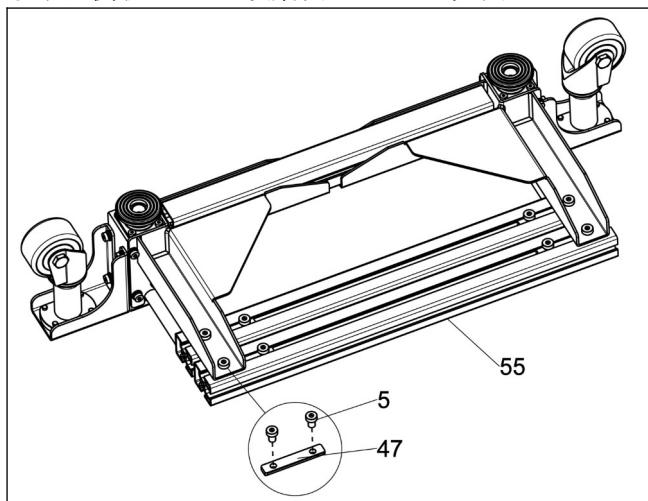

图 13
a. 将后角架组件“A”倒置于地面，松开紧固件“5”，取下长侧轨“55”、锁紧块“47”。（见图 13）